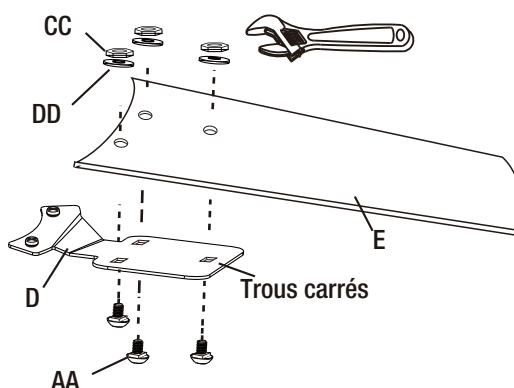

Figure 12
- Fixer les supports de pales (D) aux pales du ventilateur (E) à l'aide des vis à collet carré (AA), des écrous hexagonaux (CC) et des rondelles plates (DD) fournis – trois de chaque par pale (figure 12). Veuillez noter que les vis à collet carré **DOIVENT** s'insérer dans les trous carrés des supports de pales (D) pour faire office de dispositif d'arrêt.